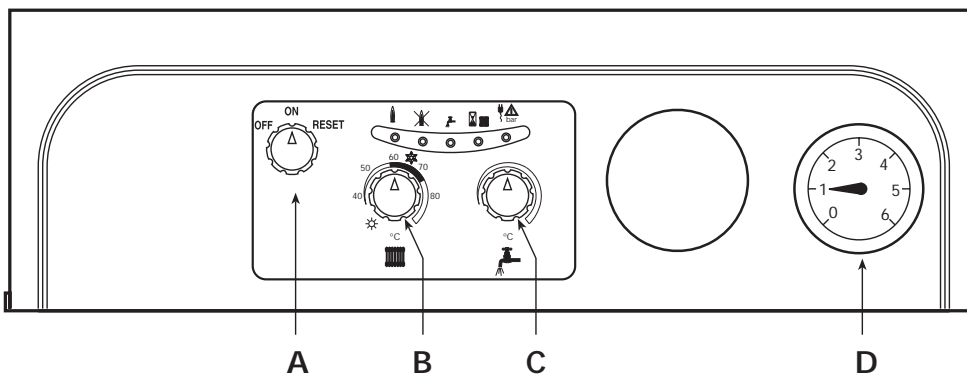

fig. 1
- A questo punto scegliere se far funzionare la caldaia per il riscaldamento e la produzione d'acqua calda sanitaria, o per la sola produzione d'acqua sanitaria. Se si sceglie la prima condizione di funzionamento (riscaldamento + acqua calda sanitaria), posizionare la manopola "B" (fig. 1) sulla posizione Inverno in corrispondenza ad un valore superiore a 50°C e quella dell'eventuale termostato ambiente sul valore di temperatura desiderato. A questo punto il bruciatore si accende e la caldaia inizia a funzionare automaticamente controllata dai suoi dispositivi di regolazione e di sicurezza. Se si sceglie invece la seconda condizione di funzionamento (solo acqua calda sanitaria), posizionare la manopola "B" (fig. 1) sulla posizione Estate.
Con la manopola "B" (fig. 1) posizionata sul simbolo  (Estate) la funzione riscaldamento è disattivata. È attiva solo la produzione di acqua calda sanitaria.
Con la manopola "B" (fig. 1) in corrispondenza del simbolo  (Inverno) è attivo sia il riscaldamento, sia il sanitario.
Impostare tramite la manopola "C" (fig. 1) la temperatura dell'acqua sanitaria.
| | Caldaia in blocco | Verificare se il rubinetto gas a monte della caldaia e sul contatore sono aperti. Ruotare la manopola "A" fig. 1 su "Reset" e rilasciarla. In caso di ripetuti blocchi caldaia, contattare il più vicino centro assistenza. |